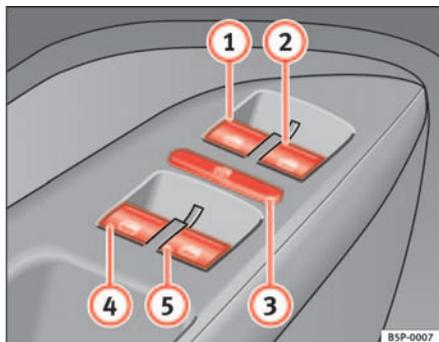

Fig. 69 Detalle de la puerta del conductor: mandos para las ventanillas delanteras y traseras
Las teclas ⇒ página 112, fig. 69 ① y ② tienen dos posiciones para la apertura de las ventanillas y otras dos para el cierre. De este modo es más fácil controlar las operaciones de apertura y cierre.